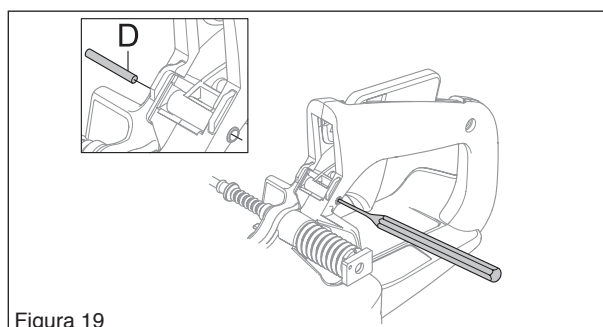

Figura 19
Sacar la espiga (D) del acelerador con un mandril. (Ver la figura 19.)